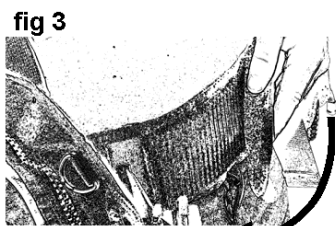
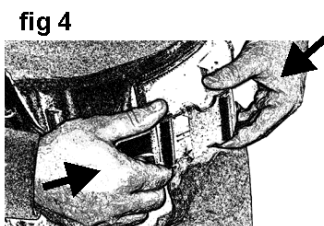

fig 3
fig 4
2) Stellen Sie den Bauchgurt auf Ihre Länge ein. Vergewissern Sie sich, daß beiden Enden des Bauchgurtes straff gespannt sind, so daß der Klettverschluß in der Mitte liegt 1 (Abb. 3 - 5).
Fig 3-5 - Il fascione alla vita deve essere chiuso con velcro (fig 3) e poi con le fibbie (fig 4) e poi regolato secondo le proprie esigenze in modo che stia ben disteso.
Рисунки No. 3, 4, 5 - Брюшной пояс должен быть зафиксирован застёжкой-липучкой(рис.3), а также пряжкой (рис.4), после чего отрегулируйте его таким образом, чтобы он был как следует затянут.